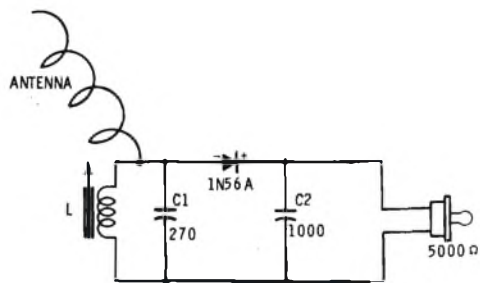

Fig. 4 - Schema tipo per rendere più sensibili i ricevitori.
*Per rendere più sensibili i ricevitori che a Lei interessano, (lo schema-tipo è nella fig. 4), prima di tutto, invece d'impiegare diodi al Silicio, sia pure per segnali, conviene far uso di quelli al Germanio.*